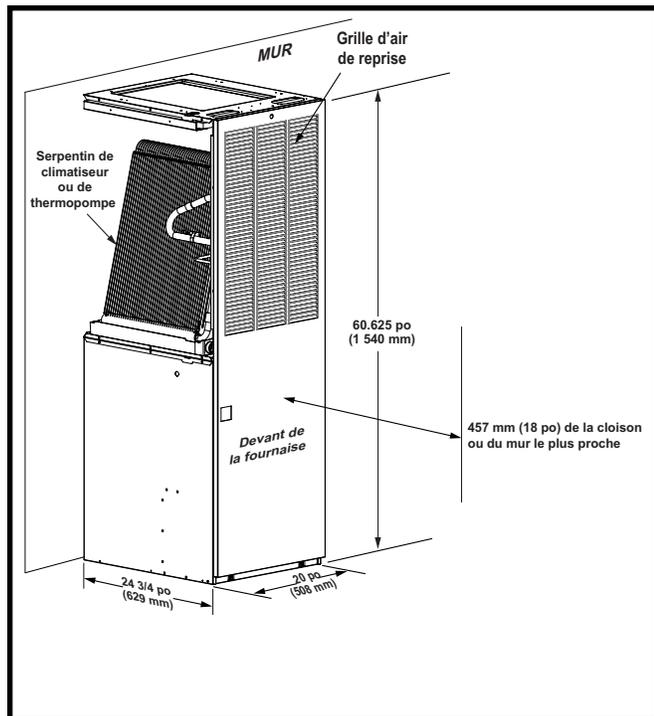

Figure 12. Installation dans une alcôve
- Assurez-vous que les ouvertures de l'alcôve sont découpées aux dimensions indiquées à la Figure 12 \(page 11\).
- Assurez-vous que les ouvertures de l'alcôve sont découpées aux dimensions indiquées à la Figure 12.